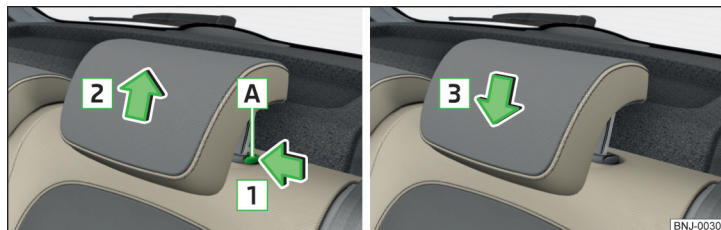

Fig. 60 Estrazione / inserimento poggiatesta
- Tenere premuto il tasto di sicurezza **A** in direzione della freccia **1** ed estrarre il poggiatesta in direzione della freccia **2** » fig. 60.